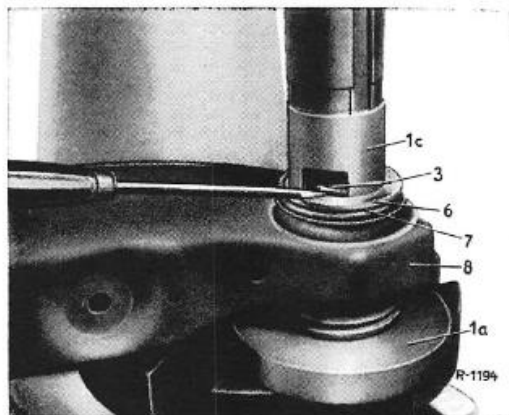

Bild 35-3/5
5 Bei Wagen mit Stahlfederung Schubstrebe in Montagevorrichtung (1 a) einsetzen. Mit dem Stempel (1 c) (Aussparung nach unten) unter einer Presse das Gummilager zusammendrücken und den Sicherungsring (3) mit einem Schraubenzieher herausdrücken (Bild 35-3/5).